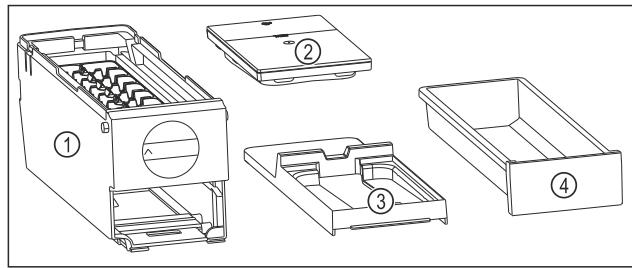

Fig. 108 Компоненти EasyTwist-Ice
- EasyTwist-Ice складається з чотирьох частин. (див. Fig. 108)
- Розбирайте EasyTwist-Ice тільки на зображені компоненти. (див. Fig. 108)
- Очистіть корпус EasyTwist-Ice Fig. 108 (1) без розбирання.